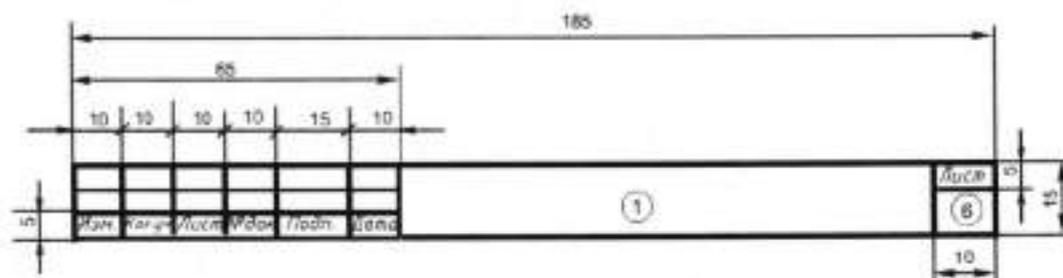

Рисунок 1.8 - Форма 3 (ГОСТ 21.101-97*)
- последующих листов текстовых документов – форме 6 (рисунок 1.8).